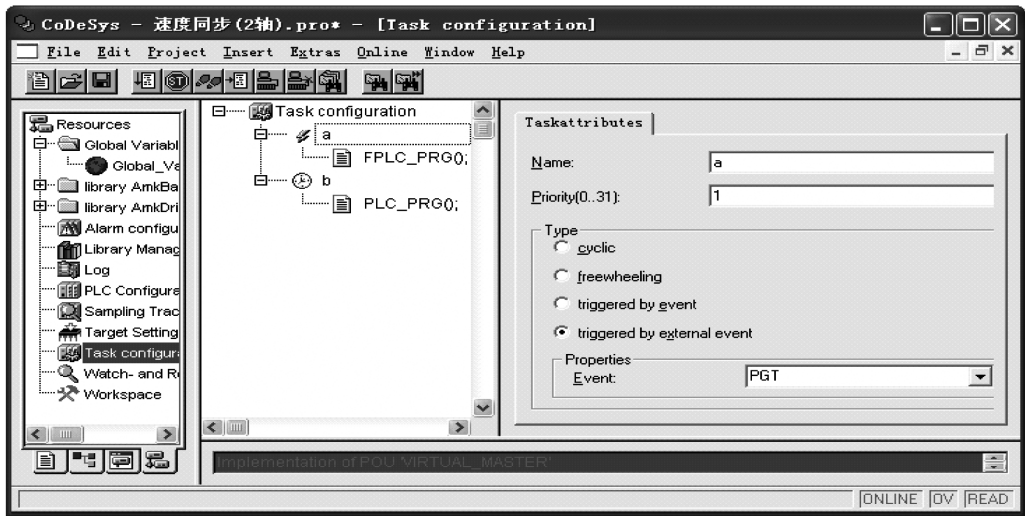
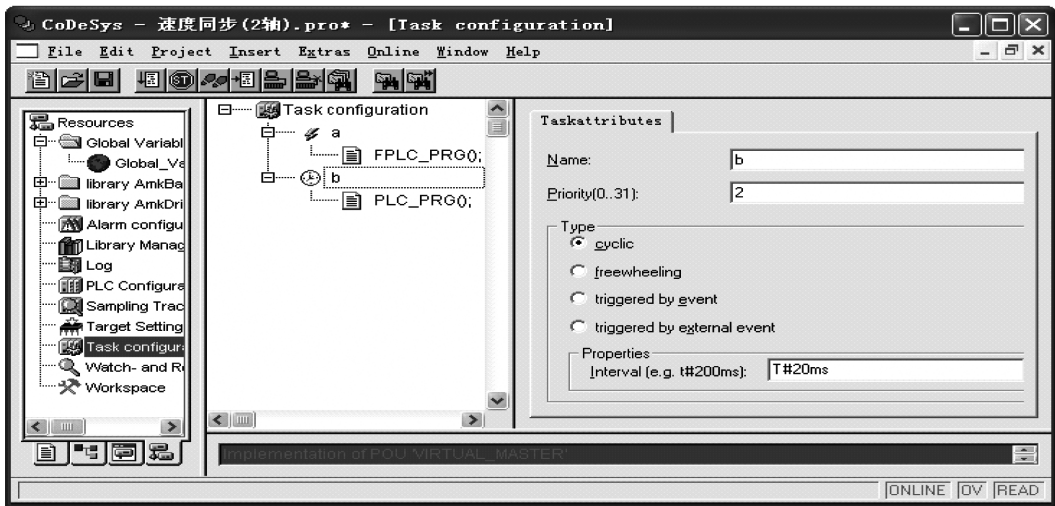

图 5-21 在“Task Configuration”配置 FPLC _ PRG
图 5-22 在“Task Configuration”中配置 PLC _ PRG
13) 在“Task Configuration”（任务配置）中配置快速任务 FPLC _ PRG 和 PLC _ PRG，如图 5-21 和图 5-22 所示。